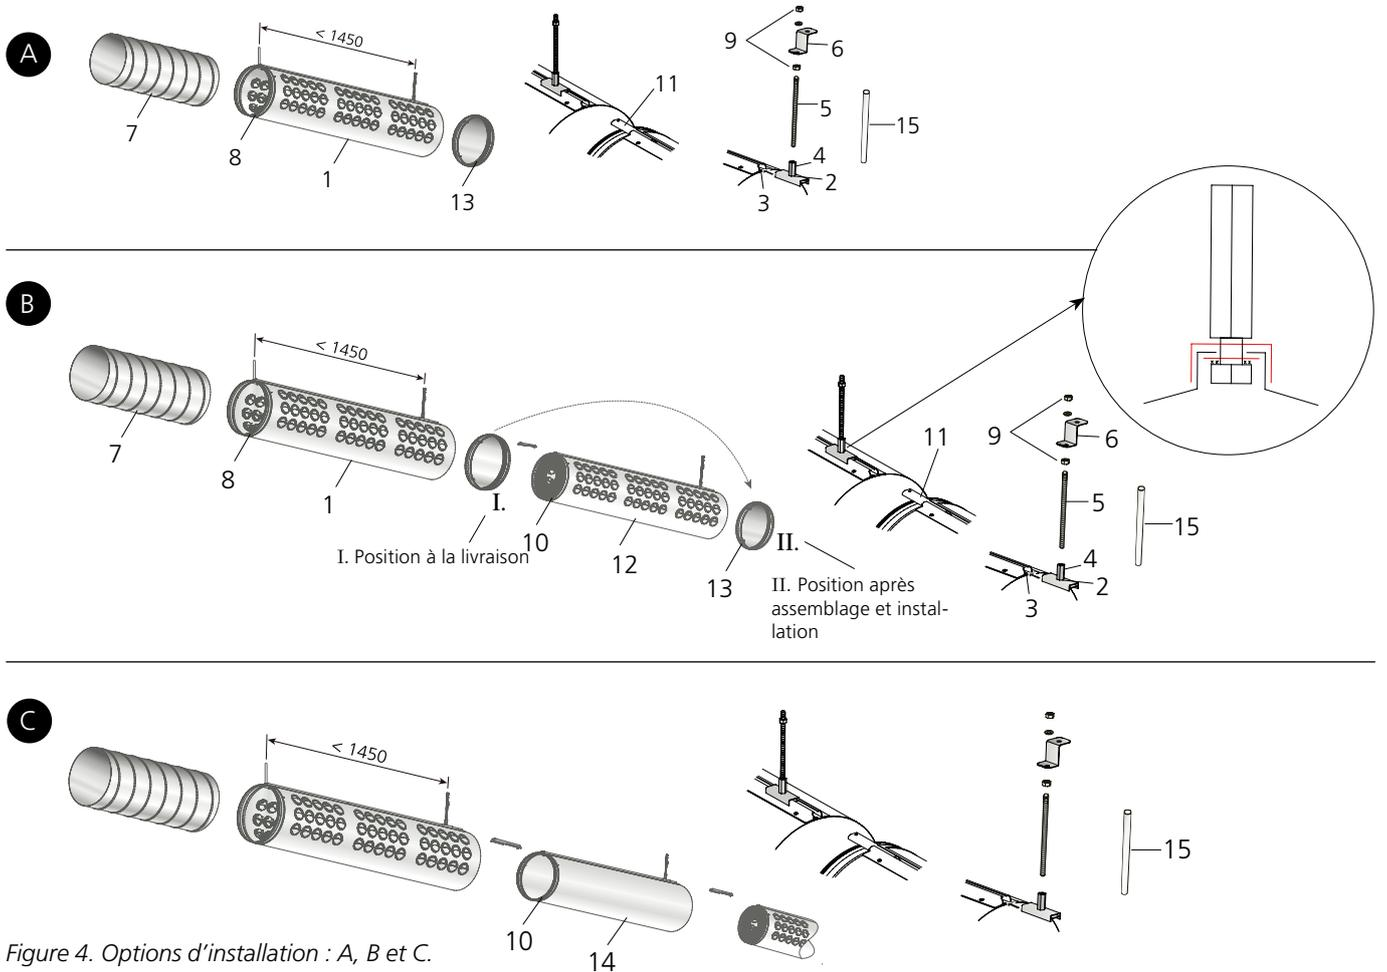

Figure 4. Options d'installation : A, B et C.
- Installer les sections non perforées IBIS D (14) de la même manière que les sections à disques. Noter l'utilisation des raccords standard (8) et des joints de distribution (10) fournis.
- Position à la livraison I et II Position après assemblage et installation. L'embout (13) est fourni monté dans la première section. Déplacer l'embout sur la dernière section lorsque IBIS 3000 et IBIS 4500 sont fournis, voir Figure 4, Phase B.